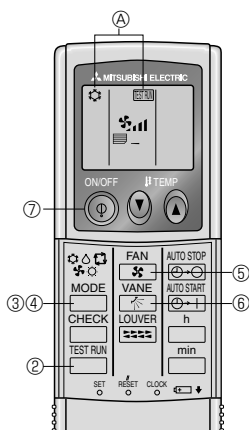

Fig. 7-2
- ⑥ Vérifier le bon fonctionnement du ventilateur de l'appareil extérieur.
- ⑦ Arrêter l'essai de fonctionnement en appuyant sur la touche [ON/OFF] (Marche/Arrêt). ➡ Arrêt
- ⑧ Enregistrez un numéro de téléphone.
7.2.2. Utilisation de la télécommande sans fil (Fig. 7-2)
- ① Mettre l'appareil sous tension au moins 12 heures avant l'essai de fonctionnement.
- ② Appuyer sur le bouton deux fois sans le relâcher. (Commencer cette opération alors que l'affichage de la télécommande est éteint.)